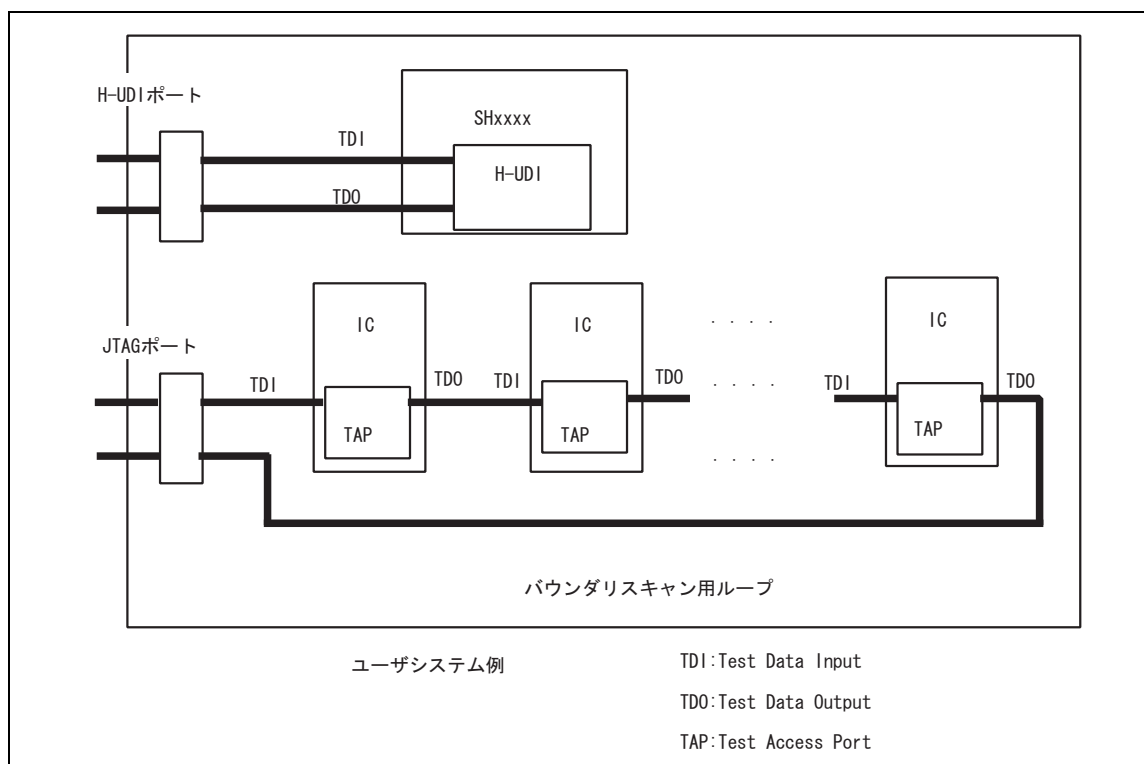

図 3.11 ユーザシステム設計時の注意
5. ユーザシステムを設計する際、バウンダリスキャン用ループにデバイスの TDI 信号、TDO 信号を接続しないでください。または、スイッチ等でデバイスを切り離すようにしてください。( 図 3.11 参照 )